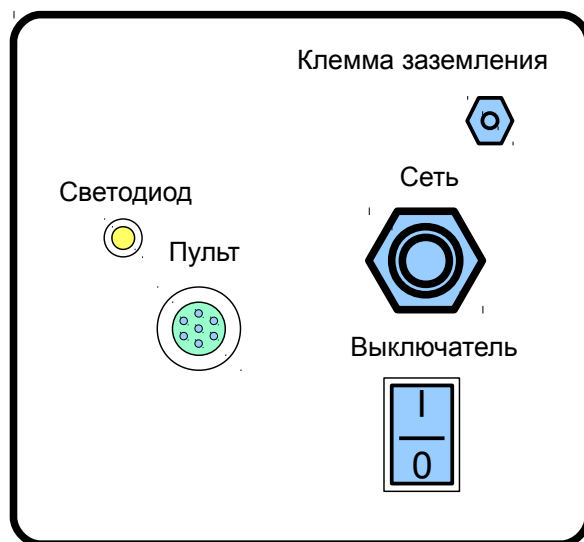
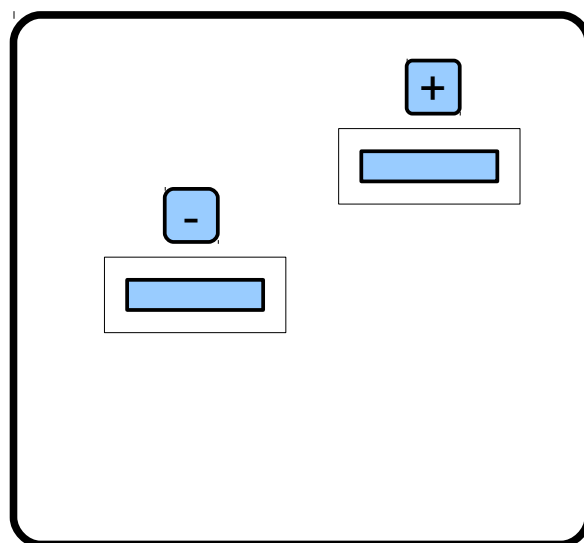

Рис. 1. Внешний вид силового блока с лицевой стороны.
Рис. 2. Внешний вид силового блока с тыльной стороны
1.4.1.2 Силовой блок состоит из металлического корпуса, охладителя с установленным на нем вентилятором. Внутри корпуса расположены печатные платы с расположенными на них радиоэлементами, силовой трансформатор и выходной фильтр. Печатные платы и остальные элементы, расположенные внутри корпуса, покрыты специальным защитным составом, исключающем доступ агрессивных агентов к внутренним элементам силового блока. Источник охлаждается внешним обдувом, что так же минимизирует проникновение агрессивных агентов внутрь корпуса силового блока. На лицевой панели силового блока расположены: сетевой шнур питания с трехфазной вилкой, предохранители, клемма заземления, соединитель для подключения выносного пульта управления. Вид силового блока с лицевой стороны показан на рис. 1. На тыльной панели силового блока расположены выходные клеммы. Вид силового блока с тыльной стороны показан на рис. 2. Маркировка выходных клемм указана для прямого тока.